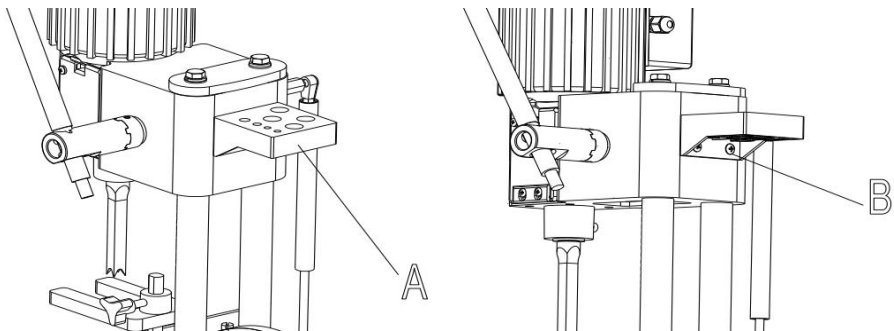

Fig8
3. Assemblez l'outil et le porte-burin (A) Fig8, sur le côté de la colonne à l'aide des deux